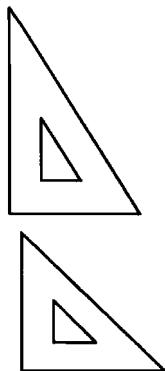
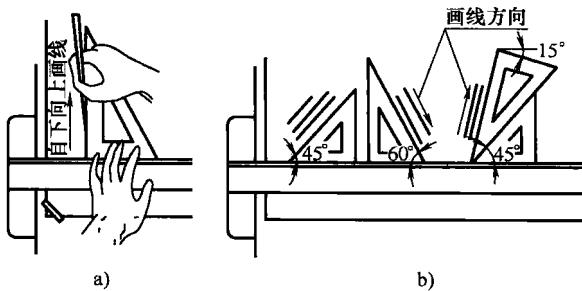
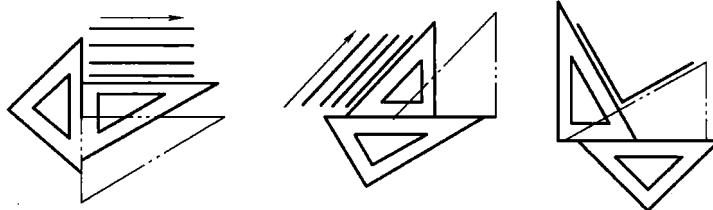

图 2-3 三角板
图 2-4 三角板与丁字尺配合画垂直线和各种斜线
图 2-5 用三角板画平行线及垂直线
3. 三角板 三角板由两块 (45° 直角三角板和 60° 直角三角板) 组成一副，如图 2-3 所示。三角板除了直接用来画直线外，与丁字尺配合还可以画出垂直线以及与水平方向成 15° 或者 15° 倍数的斜线，也能画出这些线的平行线，如图 2-4 所示。两块三角板配合使用时，可以画出各种角度的相互平行或垂直的线，如图 2-5 所示。